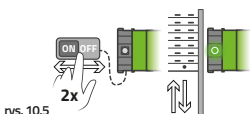

rys. 10.3a
- a) 2-krotnie wyłącz i włącz zasilanie siłownika **MOBIQ EZRS** (rys. 10.3a) – siłownik wykona krótkie ruchy GÓRA/DÓŁ.